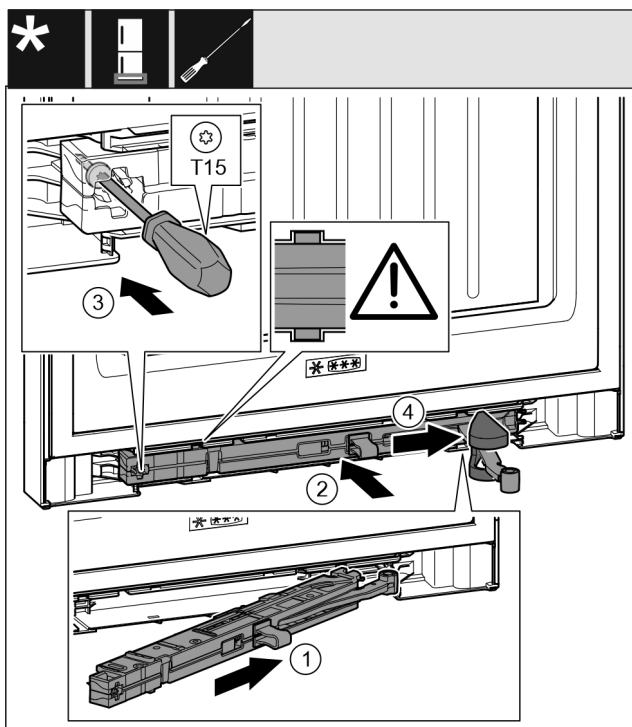

Fig. 67
- ▶ Jednotku tlumiče zavírání Fig. 67 (1) na straně stojanu ložiska zasuňte až na doraz šikmo do vybrání.
- ▶ Jednotku tlumiče zavírání Fig. 67 (2) zcela zasuňte do výklenku.
- ▶ Šroubovákem šroub Fig. 67 (3) pevně utáhněte.
- ▶ Posuňte kryt Fig. 67 (4) přes kloub.